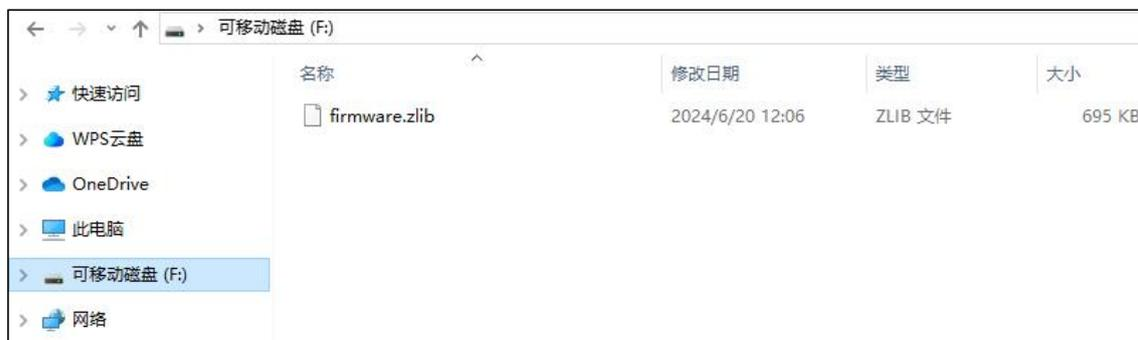

图 3-1 固件文件于 SD 卡位置
1. 将固件文件扩展名固定命名为 `firmware.zlib`, 放入 SD 卡根目录下, 如图 3-1 所示。